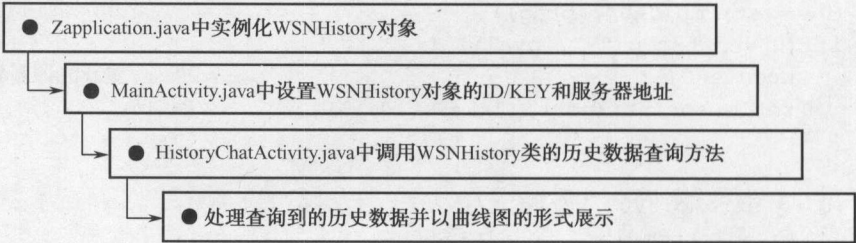

图 3.32 历史数据查询程序实现流程
(2) 程序业务流程分析。相比 2.3 节中的智能灯光控制系统, 农作物光强监测系统的应用设计除了采用实时数据 API 接口外, 还采用了历史数据 API 接口, 实时数据查询的程序设计逻辑参考 2.3 节, 历史数据查询的程序实现流程如图 3.32 所示。